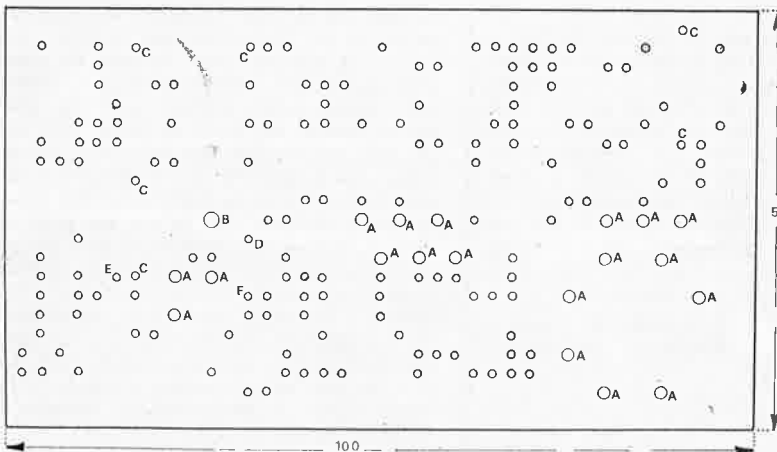
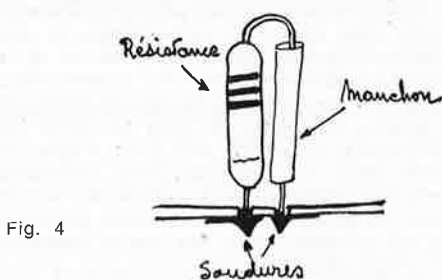
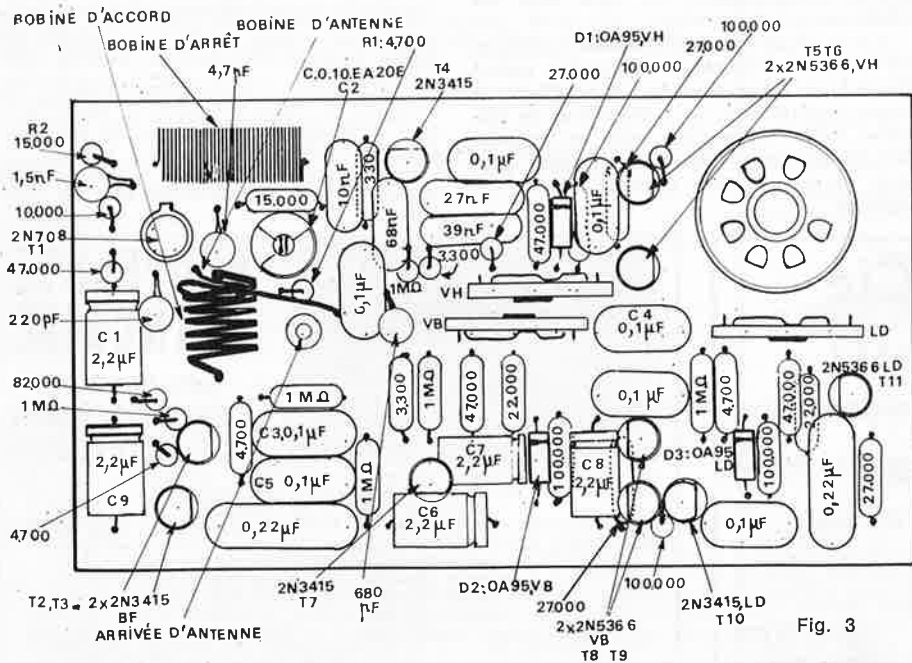

Fig. 1
Fig. 4
Fig. 3
Cette fois, votre plaquette de stratifié, bakélite cuivrée (on peut aussi employer du verre-époxy, plus coûteux et plus lourd) mesure 100 x 55 millimètres. Décalquez encore sur un papier transparent le croquis de la figure 1 (qui est aux dimensions exactes), et collez votre calque sur le cuivre du stratifié. 176 trous y sont représentés (ce qui fera 175 soudures que vous devrez **toutes** réussir et faire aussi nettes, aussi petites, aussi brillantes que possible). Si vous avez les forets nécessaires, percez ces 176 trous à 0,8 millimètre ; sinon, percez les à 1 millimètre. Si vous avez percé à 0,8, agrandissez à 1 millimètre les 6 trous marqués C. Amenez à 1,5 millimètre les 19 trous marqués A et à 2 millimètre le trou B.
Vous reportant au schéma général (M.R.A. N° 384) et en vous aidant de la figure 3, vous devez tout monter sans difficulté, mais je vous conseille pourtant de faire ce montage méthodiquement, comme vous avez fait le montage « aéré », et comme je le fais moi-même quand j'ai à refaire ce récepteur. Il n'y a aucun déshonneur à travailler ainsi, tandis qu'aller sans méthode et... échouer, serait un signe certain de bêtise. Cela vous permettra aussi de comprendre encore mieux le fonctionnement de l'ensemble.
**Etage superréaction.** — Prenant vos composants un à un sur le montage « aéré », et dans l'ordre, vous réduisez à la demande la longueur de leurs pattes avant de les souder. Vous pouvez ne pas réduire celles des transistors. Montez d'abord la résistance R1 et le condensateur électrolytique C1 (Figure 3). Vous remarquez que, selon le cas, les résistances sont couchées sur le circuit ou, ce qui n'était pas utile pour l'émetteur, debout sur celui-ci, comme l'est R1. Laissez
alors seulement 4 ou 5 millimètres de longueur sur la patte qui sera soudée directement sur le circuit; repliez l'autre patte et, avant de mettre en place sur le circuit et de souder, faites passer cette patte dans un petit manchon isolant de 8 à 9 millimètres de longueur que vous obtenez en dénudant du fil 9/10 isolé (Fig. 4). Sur la figure 3, les résistances « debout » sont représentées par un cercle surmontant le trou où elles sont soudées; vous ferez bien, quoique ce ne soit pas impératif, de respecter la disposition que j'ai indiquée.
Notiez que les résistances ne sont pas polarisées et que vous pouvez donc les souder dans n'importe quel sens (de même que les condensateurs COGECO ou céramique). Au contraire, les condensateurs électrolytiques le sont (2,2 ou 2 ou 2,5 microfarads, selon ce que vous aurez trouvé, cela n'a guère d'importance). Leur côté + y est rouge, ou offre un étranglement comme je l'ai représenté sur la figure 3.
Provisoirement, et comme vous l'avez fait pour le montage d'essai, remplacez la résistance fixe R2 par une résistance ajustable de 47 k soudée sur deux bouts de fil d'un ou deux centimètres de longueur (sur la figure 3, j'ai noté une résistance de 15 k parce que c'est la valeur de celle qui est sur le récepteur que j'avais sous les yeux pour faire ce dessin, mais, comme je l'ai dit, attendez pour choisir la valeur définitive, qui sera peut-être différente de 15 k).
Soudez le « filtre » (15 k et 10 nF), le condensateur de liaison (0,1 pF) avec les transistors BF (il est voisin de R1), la résistance « chutrice » de 82 k et son condensateur associé (C9), puis les résistances d'un mégohm et de 4,7 k du premier transistor BF T2 et, enfin, ce dernier. Vous pouvez faire confiance à la figure 3 : tous les méplats des transistors sont correctement orientés. Et, pour terminer, mettez en place, dans l'ordre : 1° le second transistor BF, T3, 2° sa résistance de collecteur (4,7 k), 3° sa résistance de polarisation (1 mégohm), 4° le condensateur de liaison (0,1 pF — C3) entre les 2 étages BF, et, 5° le condensateur (0,1 pF — C4) allant à la sortie « écouteur » (placé près du support 7 broches).
Quand tout sera bien au point, mais alors seulement occupez-vous du circuit d'antenne. Prenez 4 ou 5 centimètres de fil fin, isolé (celui qui a servi pour la bobine d'arrêt, par exemple), dénudez les 2 extrémités sur quelques millimètres et, sur le bout d'un doigt, faites-en une boucle d'une dizaine de millimètres de diamètre. Vous en soudez les deux extrémités dans les deux trous marqués D et E (Fig. 1) et vous placez la boucle devant la bobine d'accord, entre celle-ci et le condensateur perle de 4,7 pF (Fig. 3). Enfin, dans le trou marqué B (de 2 millimètres), par deux écrous vous fixez une tige filetée de 2 millimètres de diamètre, longue de 20 ou 25 millimètres qui servira de « prise d'antenne » (d'autres dispositifs peuvent être imaginés, je n'indique celui-ci, le mien, qu'à titre d'exemple).
Au lieu de ce couplage inductif, vous pouvez préférer un couplage par capacité. Supprimant la boucle d'antenne, vous soudez alors un condensateur céramique, perle, de 1,5 ou 2,7 picofarads, entre les trous marqués D et F sur la figure 1. Les résultats sont à peu près identiques, mais je préfère le couplage inductif qui permet d'atteindre une valeur optimum en rapprochant plus ou moins la boucle de la bobine d'accord.